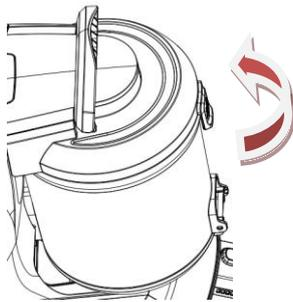

Fig.12
3) Como mostra na Fig.12, rode a tampa HEPA para separá-la da tampa do reservatório.